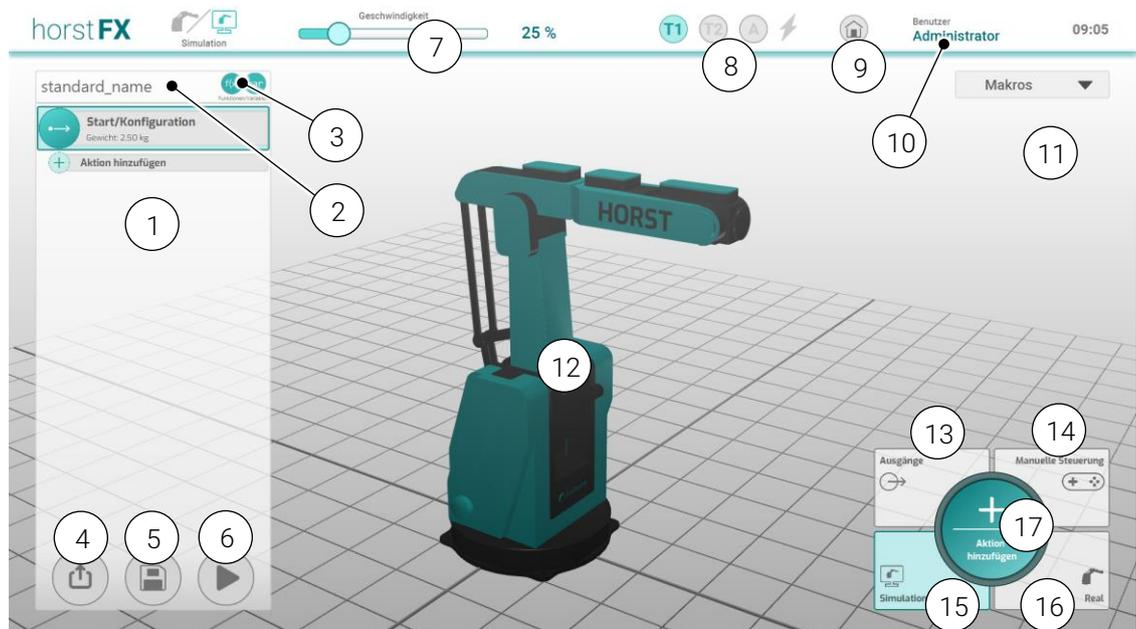

Abb. 6-4: Programmieransicht
Mit Antippen eines Platzhalters oder des Buttons **Aktion hinzufügen** (s. Abb. 6-4) (15) in der Programmieransicht erscheint der **Aktionsauswahl-Bereich**. Für jede Aktion, die ausgewählt wird, öffnet sich ein entsprechendes Aktionsfenster mit diversen Konfigurations- und Auswahlmöglichkeiten zu der Aktion. Zudem wird dem Programmbaum ein entsprechender Programmbaustein hinzugefügt, und zwar immer unter den zuletzt selektierten Programmbaustein oder anstelle eines Platzhalters.